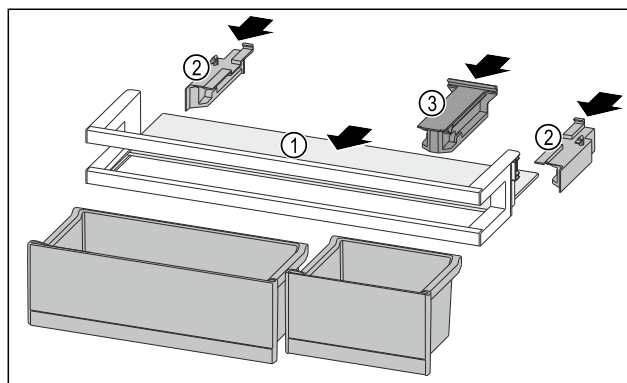

Fig. 130
- ▶ Odkládací plochu Fig. 130 (1) zasuněte do bočních vybrání.
- ▶ Boční díly Fig. 130 (2) vložte.
- ▶ Držák Fig. 130 (3) vložte.